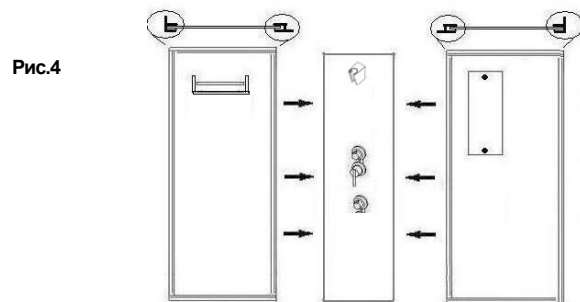

Рис.4
3.1.2. Совместите отверстия для крепежа на центральной стойке /4/ и на задних стенках /6 и 7/, скрепите их с помощью саморезов 4*8 /33/ (рис. 4)